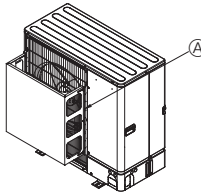
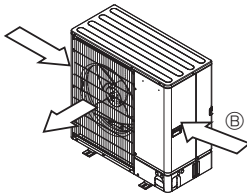

Fig. 2-5
Fig. 2-6
- ② Asenna lisälamanohjain, jos yksikkö sijoitetaan sellaiseen paikkaan, jossa esim. myrskytuulet pääsevät puhaltamaan suoraan ilman ulostuloon. (Fig. 2-5)
- ④ Ilmanohjain ulostulossa
- ③ Sijoita yksikkö siten, että ulos tuleva ilma virtaa kohtisuoraan vuodenajalle tyypillisen tuulensuunnan suhteen, mikäli vain mahdollista. (Fig. 2-6)
- ⑥ Tuulen suunta